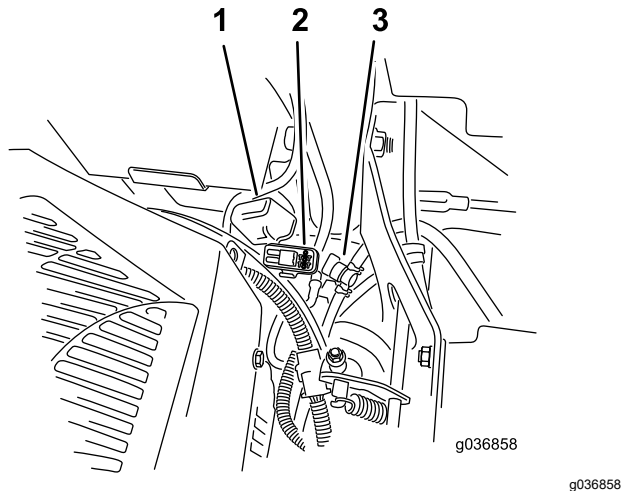

Bild 54
Die Sicherungen befinden Sie rechts am Armaturenbrett neben dem Sitz (Bild 54).
2. Setzen Sie eine neue Sicherung ein (Bild 54).